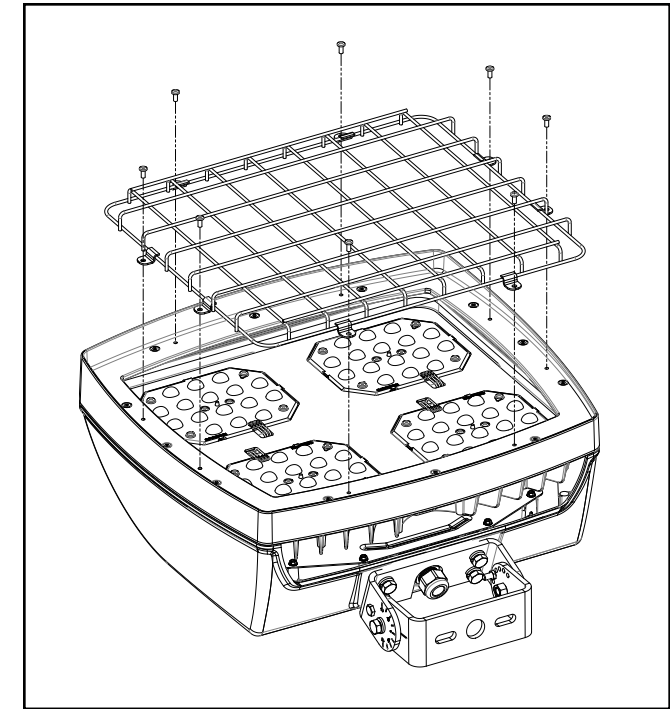

Figura 5.
Protector de cables (Figura 5)
1. Alinee el protector de cables en la parte superior del marco de la lente para que coincida con los ocho orificios existentes. (Figura 5)